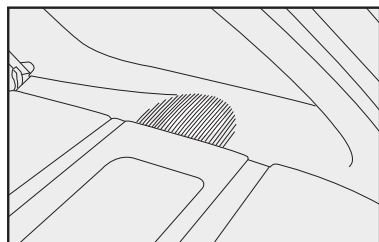

fig. 125
- alto-falantes traseiros coaxiais **fig. 125**.